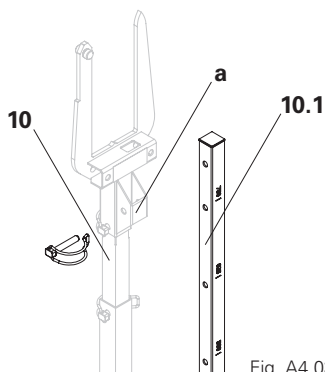

Fig. A4.03
2. Estrarre l'asta di misura (10.1) della dima distanziatrice (10) dall'alloggiamento (a). (Fig. A4.03)